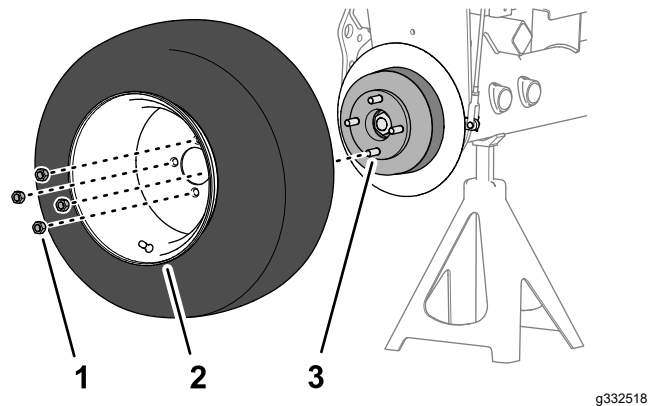

图 75
1. 用 4 个车轮螺母将车轮组装到轮毂上 图 75并用手拧紧。